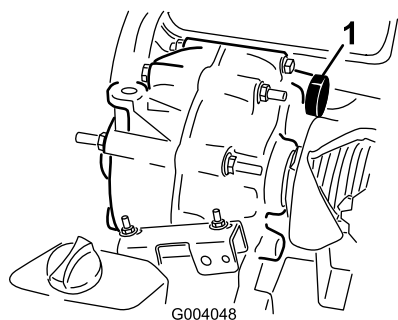

Рисунок 57
7. Долейте в бак (Рисунок 57) через заливное отверстие приблизительно 1,4 л масла указанного типа или пока уровень масла в трансмиссии не станет на уровне нижней части резьбы. (Рисунок 56).